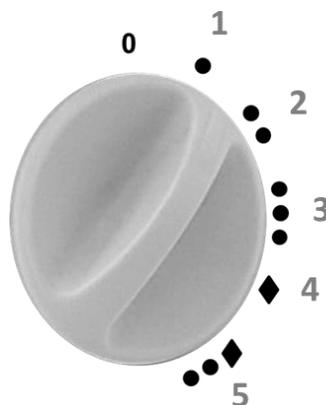

Figura 2.
4. El calefactor de aceite funciona con 5 Niveles de Potencia, los cuales usted puede escoger con la "Perilla de Potencia". Figura 2.